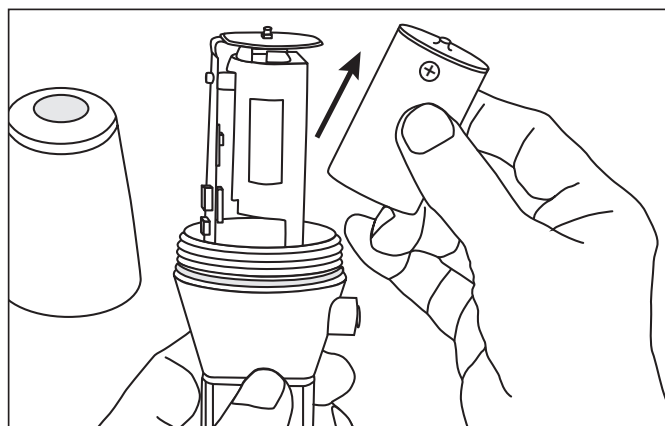

Figura 5
5. Inserte la batería de reemplazo con el lado positivo hacia arriba (consulte la Figura 5). Reemplace únicamente con una batería Chesterton, número de artículo 403683.